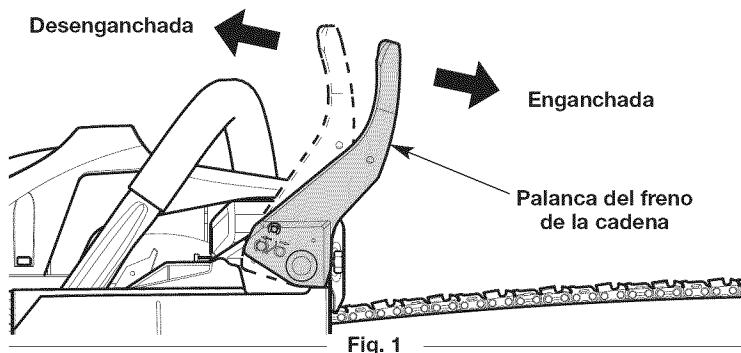

Fig. 1
2. Compruebe que la palanca del freno de la cadena esté en la posición desenganchada (Fig. 1).
4. Mientras la unidad está funcionando, apriete el control del acelerador hasta una aceleración de 1/3 y luego enganche el freno de la cadena empujando la palanca del freno de la cadena hacia adelante con la mano izquierda (Fig. 1). La cadena debe detener su movimiento repentinamente.